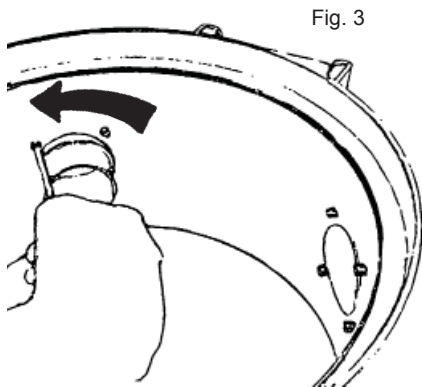

Fig. 3
1. Løsn støvsugerrørets sokkel ved at skruede de fire Torx-kombinationsskrue ud med en Torx T20 eller en almindelig skrueetrækker, Fig. 3.